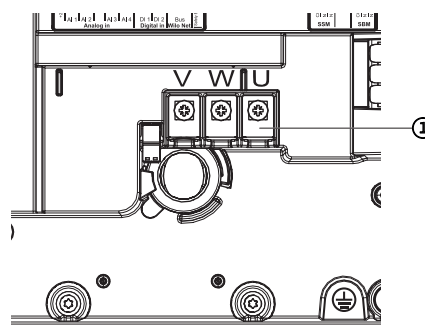

Fig. 114: Motortilslutningsklemmer V, W, U
5. Frakobling af motortilslutningskabel (Fig. 114).